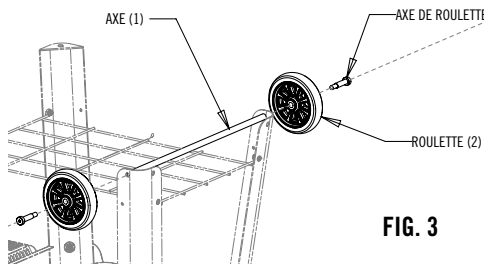

FIG. 3
3. Assembler les roues sur les pieds comme illustré à la Fig. 3.